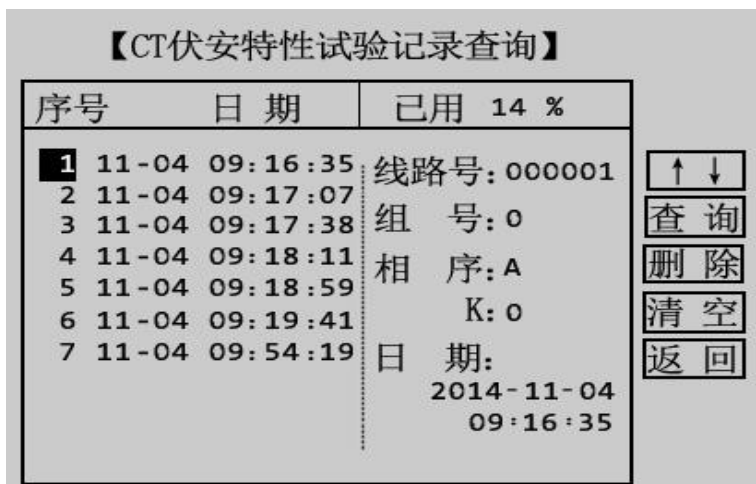
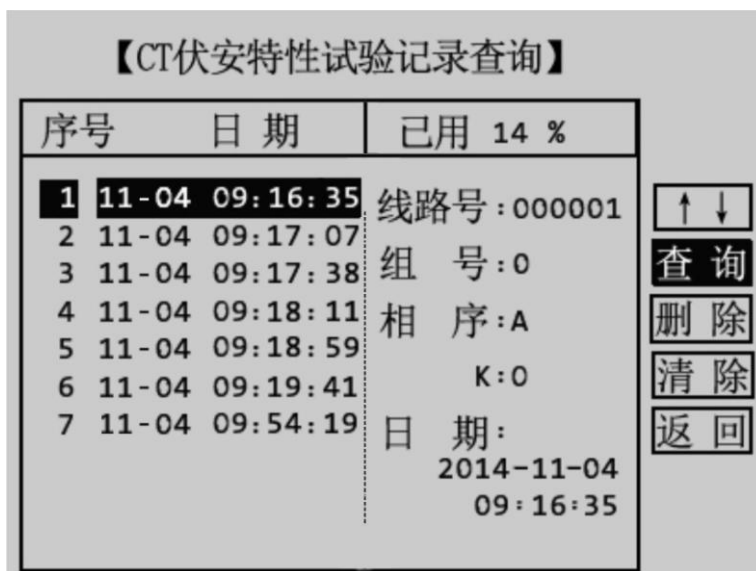

图 3.14 伏安特性记录查询选择界面
图 3.15 伏安特性历史数据操作界面
4. : 通过旋转鼠标将光标移动至 选项并按下, 进入已存储的数据序号选择界面, 如图 3.14 所示。通过旋转鼠标的左旋或者右旋, 用户可浏览每一组试验记录的序号, 并在右边显示该组试验记录的相关信息, 选定序号后再按下旋转鼠标, 该组试验记录的序号和日期部分反色, 光标回到右边的操作项上, 如图 3.15 所示。用户可选择查询、删除、清空数据。